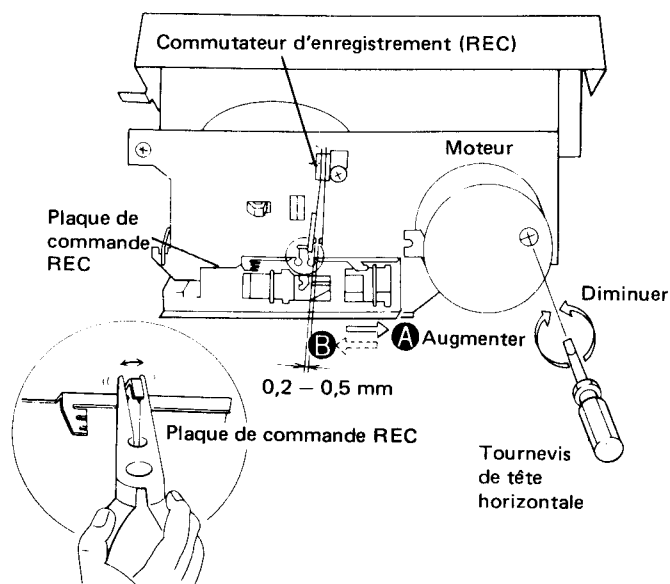

Fig. 11-2 Réglage de la vitesse de défilement de la bande et du commutateur d'enregistrement (REC)
2. Reproduire la partie à 3kHz de la bande d'essai STD-301. Au début, la fréquence doit se situer dans la plage de 3000Hz à 3010Hz, et elle peut être réglée en tournant la résistance ajustable située dans le trou de réglage du moteur, comme indiqué à la figure 11-2.